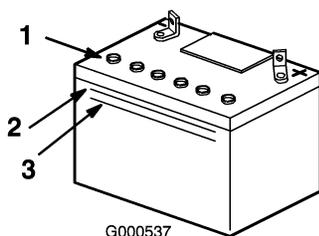

Figure 33
2. Observez le côté de la batterie. Le niveau de l'électrolyte doit atteindre le trait supérieur (Figure 33). Le niveau d'électrolyte ne doit pas descendre au-dessous du trait inférieur (Figure 33).
3. Enlevez les bouchons d'aération de la batterie (Figure 33)
4. Versez de l'eau distillée avec précaution dans chaque élément jusqu'au repère supérieur (Figure 33) sur le côté de la batterie.
5. Attendez cinq à dix minutes après avoir rempli les éléments. Au besoin, ajoutez de l'eau distillée pour amener le niveau jusqu'au repère supérieur sur le côté de la batterie (Figure 33).